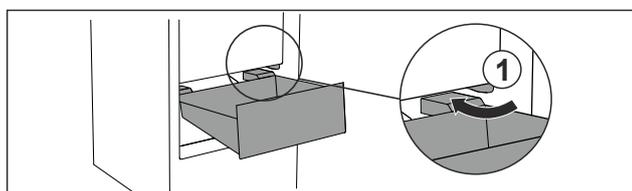

Fig. 34
- Guider le tiroir en biais en contournant les butées Fig. 34 (1).